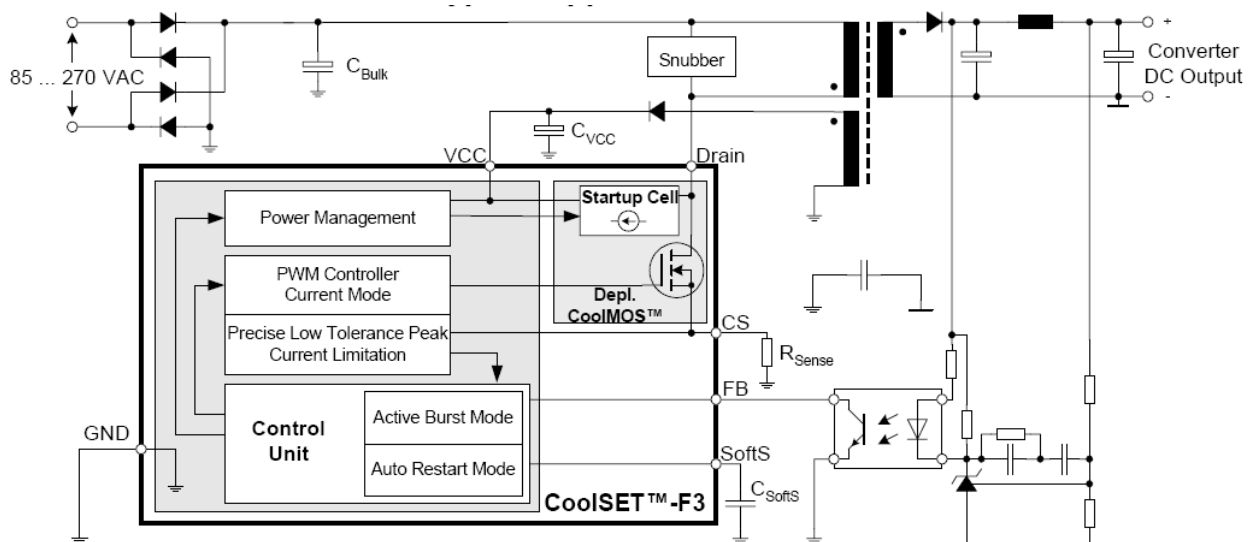

Рис.1 Схема AC/DC источника питания на основе CoolSet
Схема обратноходового преобразователя напряжения с использованием Coolset представлена на Рис. 1
Для построения источника питания по схеме, показанной на Рис.1, необходимо в первую очередь решить следующие вопросы:
- Рассчитать оставшиеся Рис. 1 элементы схемы.